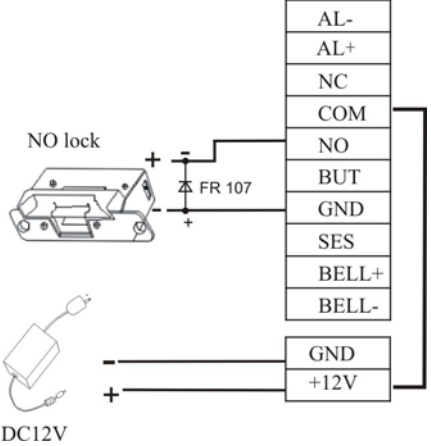

Imagen 2. Cerradura electrónica NO (obtiene alimentación del dispositivo)
3. Sujeta el dispositivo en el soporte trasero con el tornillo tal como aparece en Imagen 2